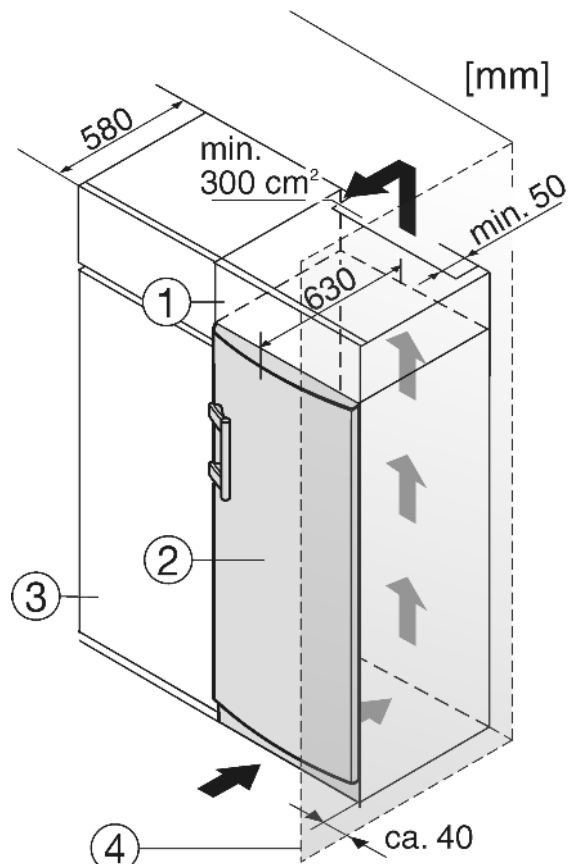

Fig. 8
- (1) Nadstavná skrinka
- (2) Zariadenie
- (3) Kuchynská skriňa
- (4) Stena
Zariadenie môže byť zabudované medzi kuchynskými skriňami. Aby sa zariadenie Fig. 8 (2) prispôbilo výške kuchynskej linky, môže sa nad zariadením umiestniť nadstavná skrinka Fig. 8 (1).
Pri zabudovaní s kuchynskými skriňami (hĺbka max. 580 mm) možno zariadenie inštalovať priamo vedľa kuchynskej skrine Fig. 8 (3). Dvere zariadenia vyčnievajú nabok 34 mm a v strede zariadenia 50 mm oproti prednej časti kuchynskej skrine. Takto sa dajú bez problémov otvárať a zatvárať.
Ak je zariadenie umiestnené so závesmi vedľa steny Fig. 8 (4), musí vzdialenosť medzi zariadením a stenou činiť minimálne 40 mm. To zodpovedá presahu držadla pri otvorených dverách.